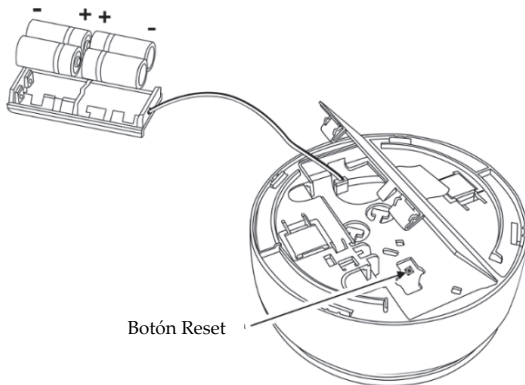

Figura 6
Pulsar el botón Reset reiniciará la sirena de interior (*ver Figura 6*).
3. Quitar el portabaterías y sustituir las pilas gastadas por pilas nuevas teniendo en cuenta la polaridad (ver Figura 6).